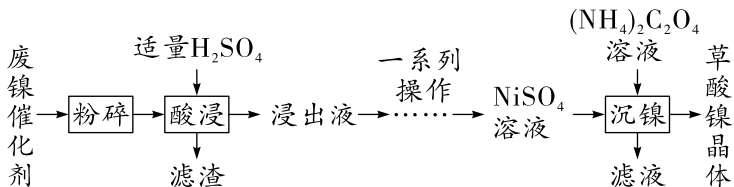

图 1
2. 草酸镍晶体($\text{NiC}_2\text{O}_4 \cdot 2\text{H}_2\text{O}$)难溶于水,可用于制镍催化剂。某兴趣小组用废镍催化剂(主要成分含有 Ni,还含有少量的 Al_2O_3 、Fe)制备草酸镍晶体的部分实验流程如图 1 所示。